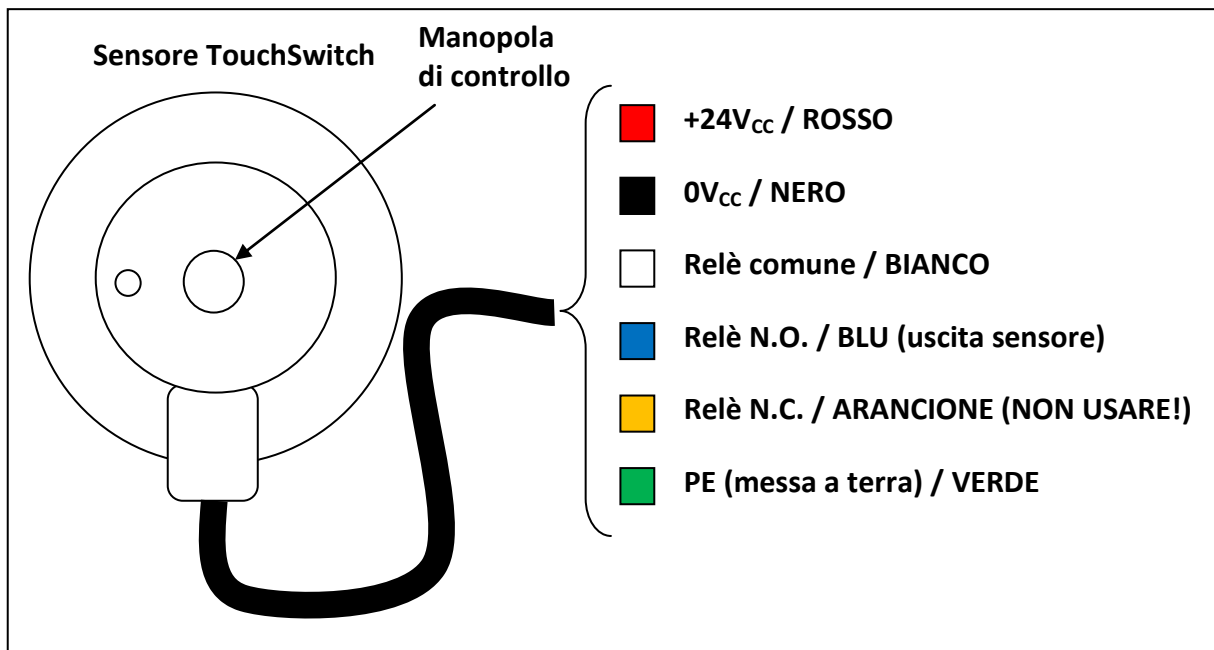

Figura 7 – Collegamento elettrico del TouchSwitch™
- 2) Girare manualmente la manopola di controllo con lentezza (v. Figura 7) in senso orario, fino allo spegnimento del LED